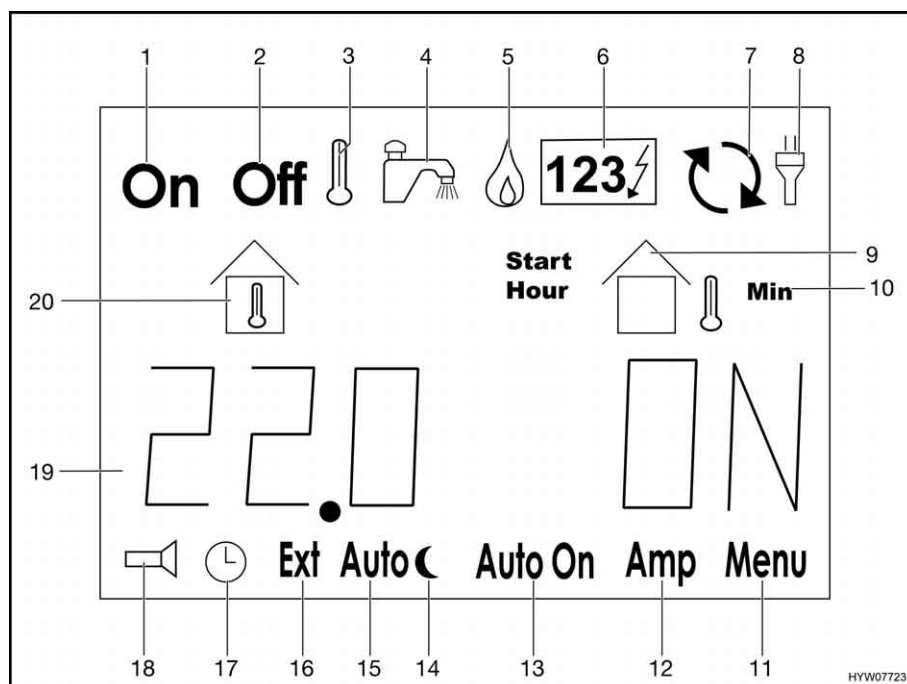

Fig. 162 Indicazioni sul display LCD
Nella riga informativa (Fig. 162,19) vengono indicati in forma testuale dati sulle temperature, tempi e stati di funzionamento oltre che alle segnalazioni di errore.
- Premere il tasto ">" (Fig. 161,4) finché il simbolo "" (Fig. 162,5) lampeggia.
- Premere il tasto ">" (Fig. 161,4) finché il simbolo "" (Fig. 162,6) lampeggia.
- Premere il tasto "▷" (Fig. 161,4). Il simbolo "Off" (Fig. 162,2) lampeggia.
- Premere il tasto "+/On" (Fig. 161,3). Il simbolo "On" (Fig. 162,1) lampeggia. Il riscaldamento si avvia automaticamente.
- Premere il tasto "▷" (Fig. 161,4). Il simbolo "On" (Fig. 162,1) lampeggia.
- Premere il tasto "-/Off" (Fig. 161,5). Il simbolo "Off" (Fig. 162,2) lampeggia. Il riscaldamento si spegne.